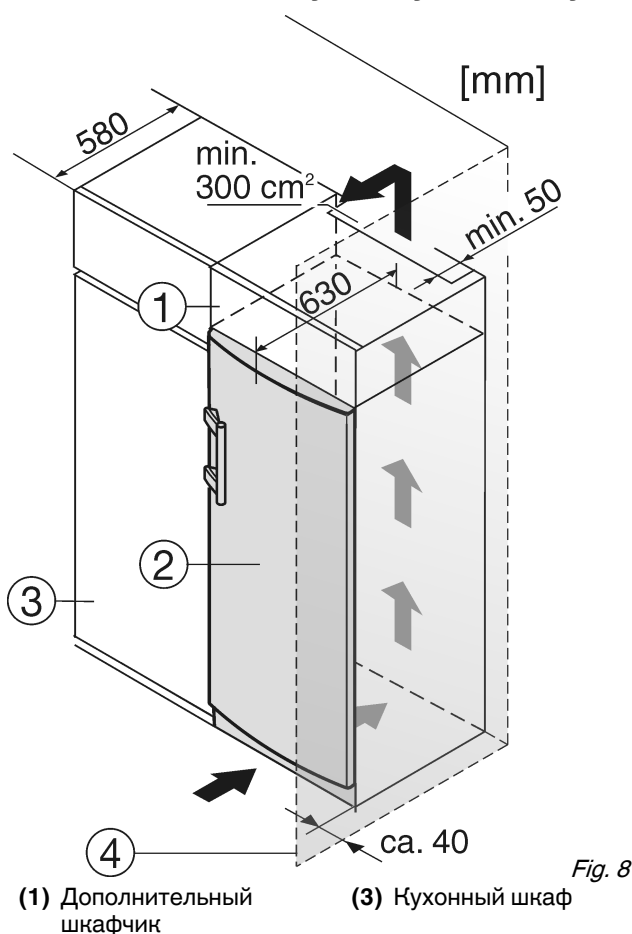

Fig. 8
(2) Устройство
(4) Стенка
При комбинировании с обычными кухонными шкафами (глубина макс. 580 мм) устройство можно установить непосредственно рядом с кухонным шкафом Fig. 8 (3). Дверь устройства выступает по сторонам на 34 мм и по центру устройства на 50 мм относительно передней стенки кухонного шкафа. Поэтому ее можно свободно открывать и закрывать.
Если устройство установлено на шарнирах у стены Fig. 8 (4), то расстояние между устройством и стеной должно быть не менее 40 мм. Настолько выступает ручка при открытой дверце.